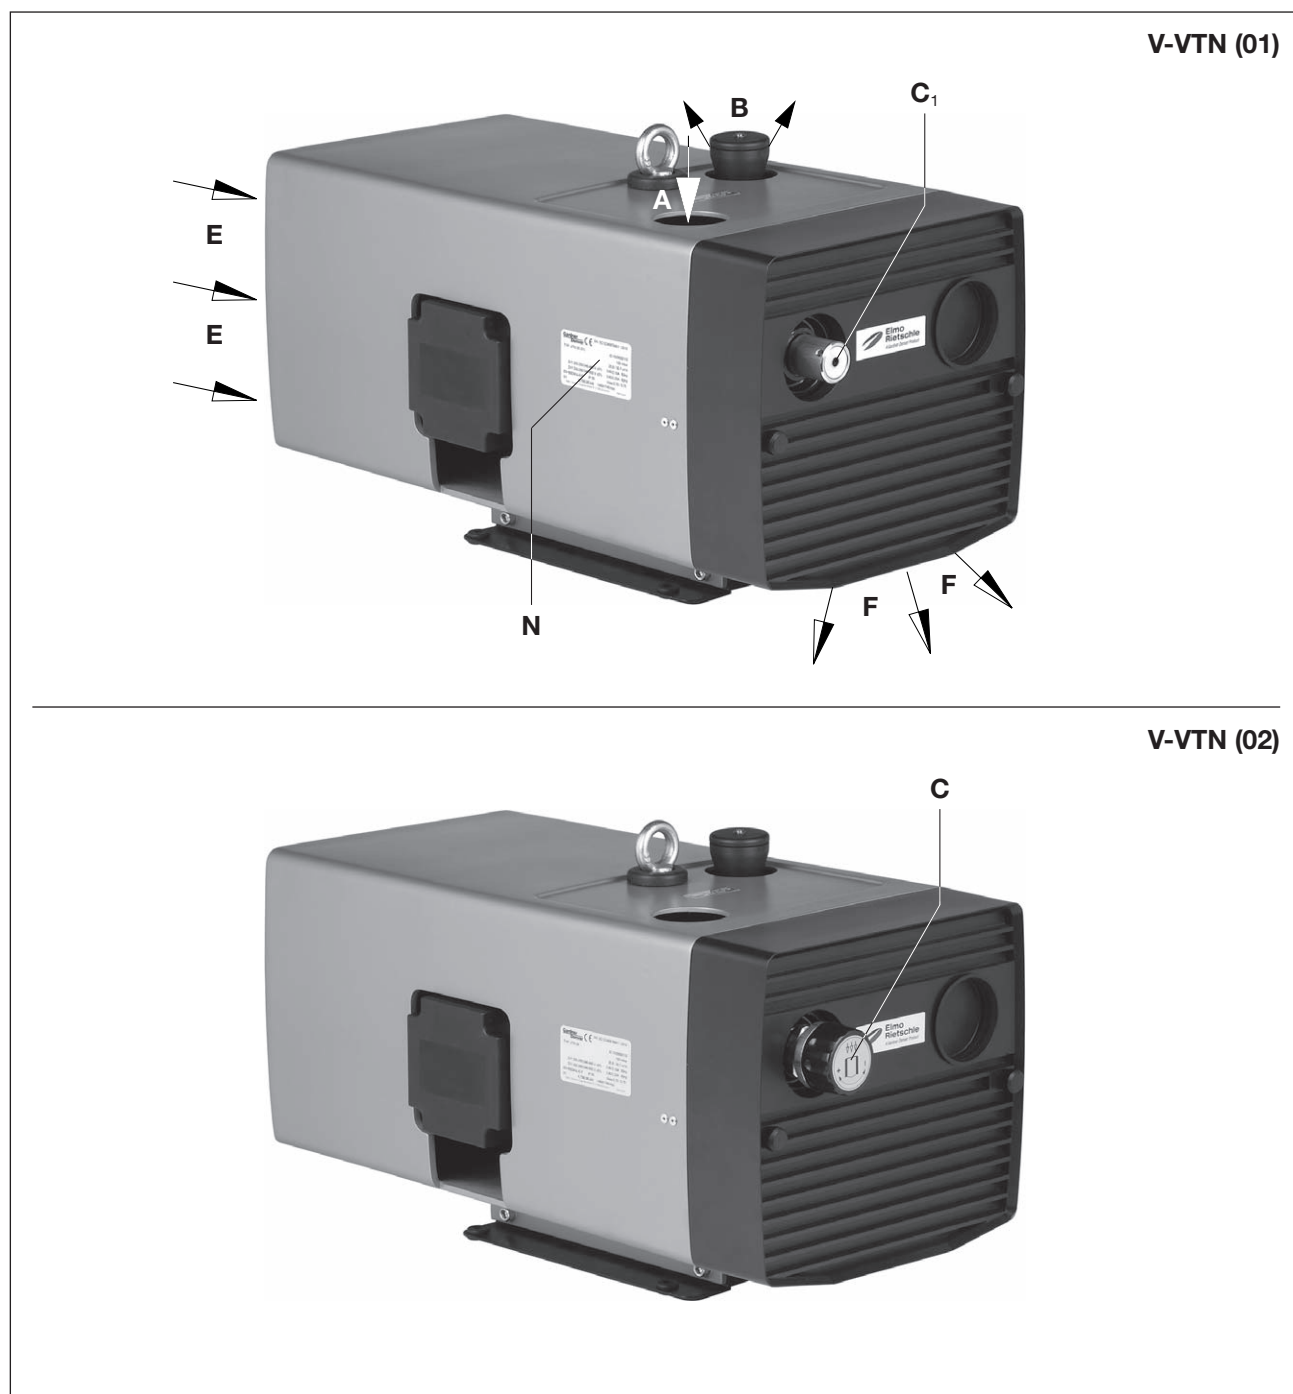

Fig. 2 Pompe à vide V-VTN (01) / V-VTN (02)
Les exécutions V-VTN (02) ont en standard une valve de réglage du vide (fig. 2/C) qui permet le réglage du vide sur les valeurs (plafonnées) désirées.
Il convient également de veiller à ce que les entrées d'air de refroidissement (fig. 2/E) et les sorties d'air de refroidissement (fig. 2/F) soient au moins à 10 cm de la paroi voisine (l'air de refroidissement refoulé ne doit pas être réaspiré).
- a) Raccord du vide à (fig. 2/A).
Le réglage du taux de vide s'effectue en tournant le bouton de réglage (fig. 2/C) dans le sens indiqué par le symbole placé sur le bouton même.
- a) Les données électriques du moteur sont indiquées sur la plaque signalétique de l'appareil (fig. 2/N) ou sur celle du moteur. Les moteurs sont conformes à la norme DIN EN 60034 et ils sont exécutés dans la classe de protection IP 55 et la classe d'isolation F. Le schéma de raccordement se trouve dans la boîte à bornes du moteur (ceci ne concerne pas les exécutions avec prise). Vérifier que les données électriques du moteur sont bien compatibles avec le réseau (type de courant, tension, fréquence, intensité admissible).